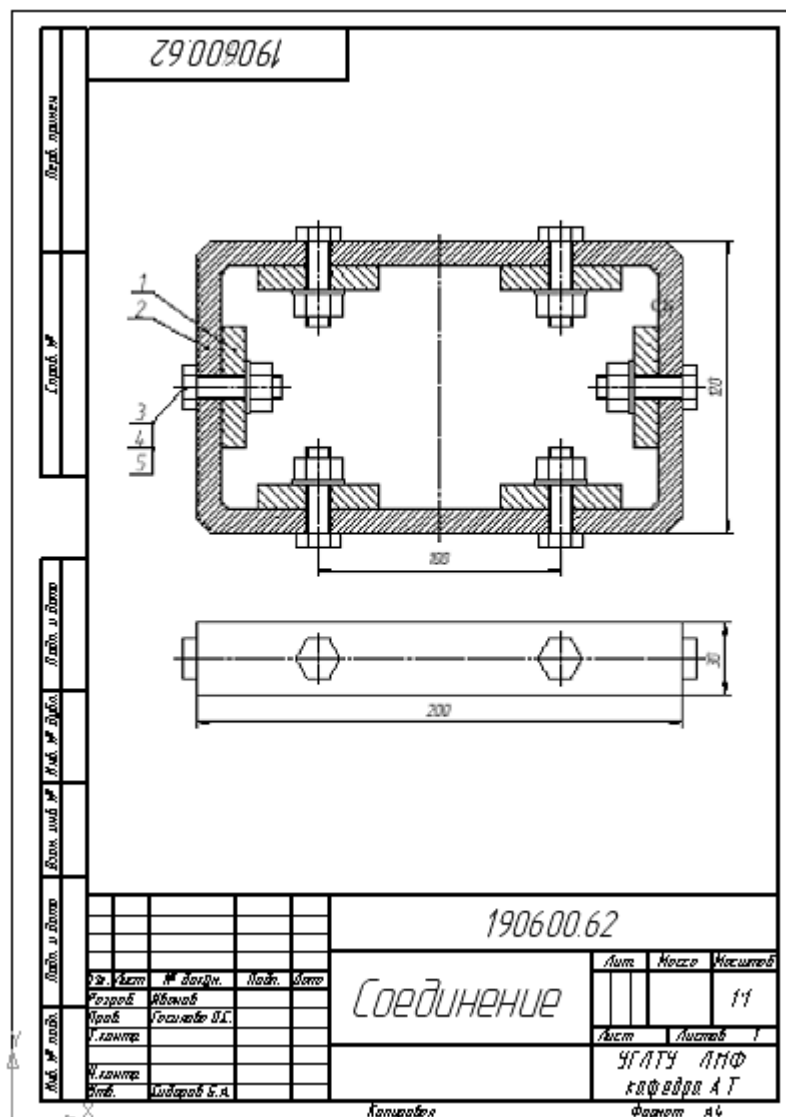

Рис. 2. Пример выполненной работы
9. Выполнить вид сверху (рис. 2).